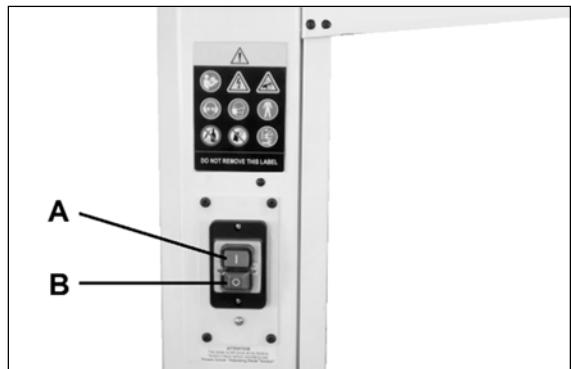

Рисунок 17
Станок запускается зеленой кнопкой ON (ВКЛ.) (A, рис. 17). Красная кнопка OFF (ВЫКЛ.) (B) используется для останова станка.